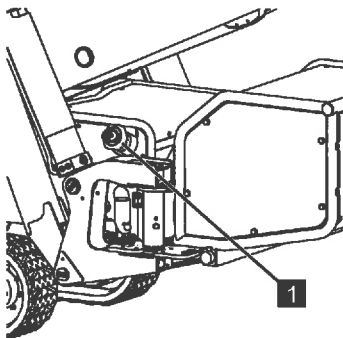

Abb. 167
4. Tankdeckel (Abb.167/1) aufschließen, gegen den Uhrzeigersinn lösen und sauber aufbewahren.